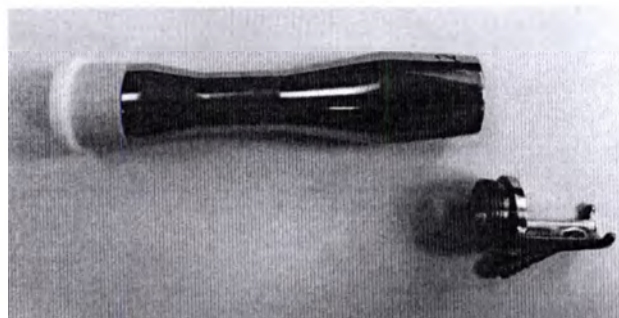

Рис. 12.4 – Корпус манипулятора и упор
12.1.2.1 Для того, чтобы очистить или заменить защитное окно манипулятора необходимо открутить упор против часовой стрелки, как показано на рис. 12.4.